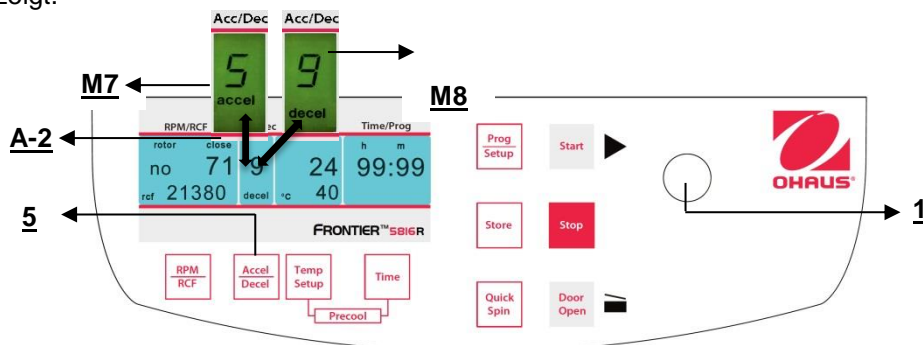

Abbildung. 18
Diese Funktion wird durch die Taste **"Accel/Decel"** (5) aktiviert (siehe Abbildung 18).